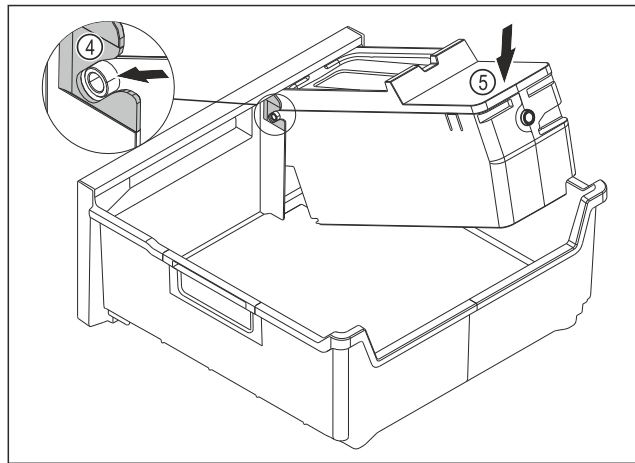

Fig. 115
- ▶ Monter hoveddelen til EasyTwist-Ice: Sett akselen til hoveddelen til EasyTwist-Ice inn i skinnene Fig. 115 (4).
- ▶ Trykk hoveddelen til EasyTwist-Ice Fig. 115 (5) bakover.